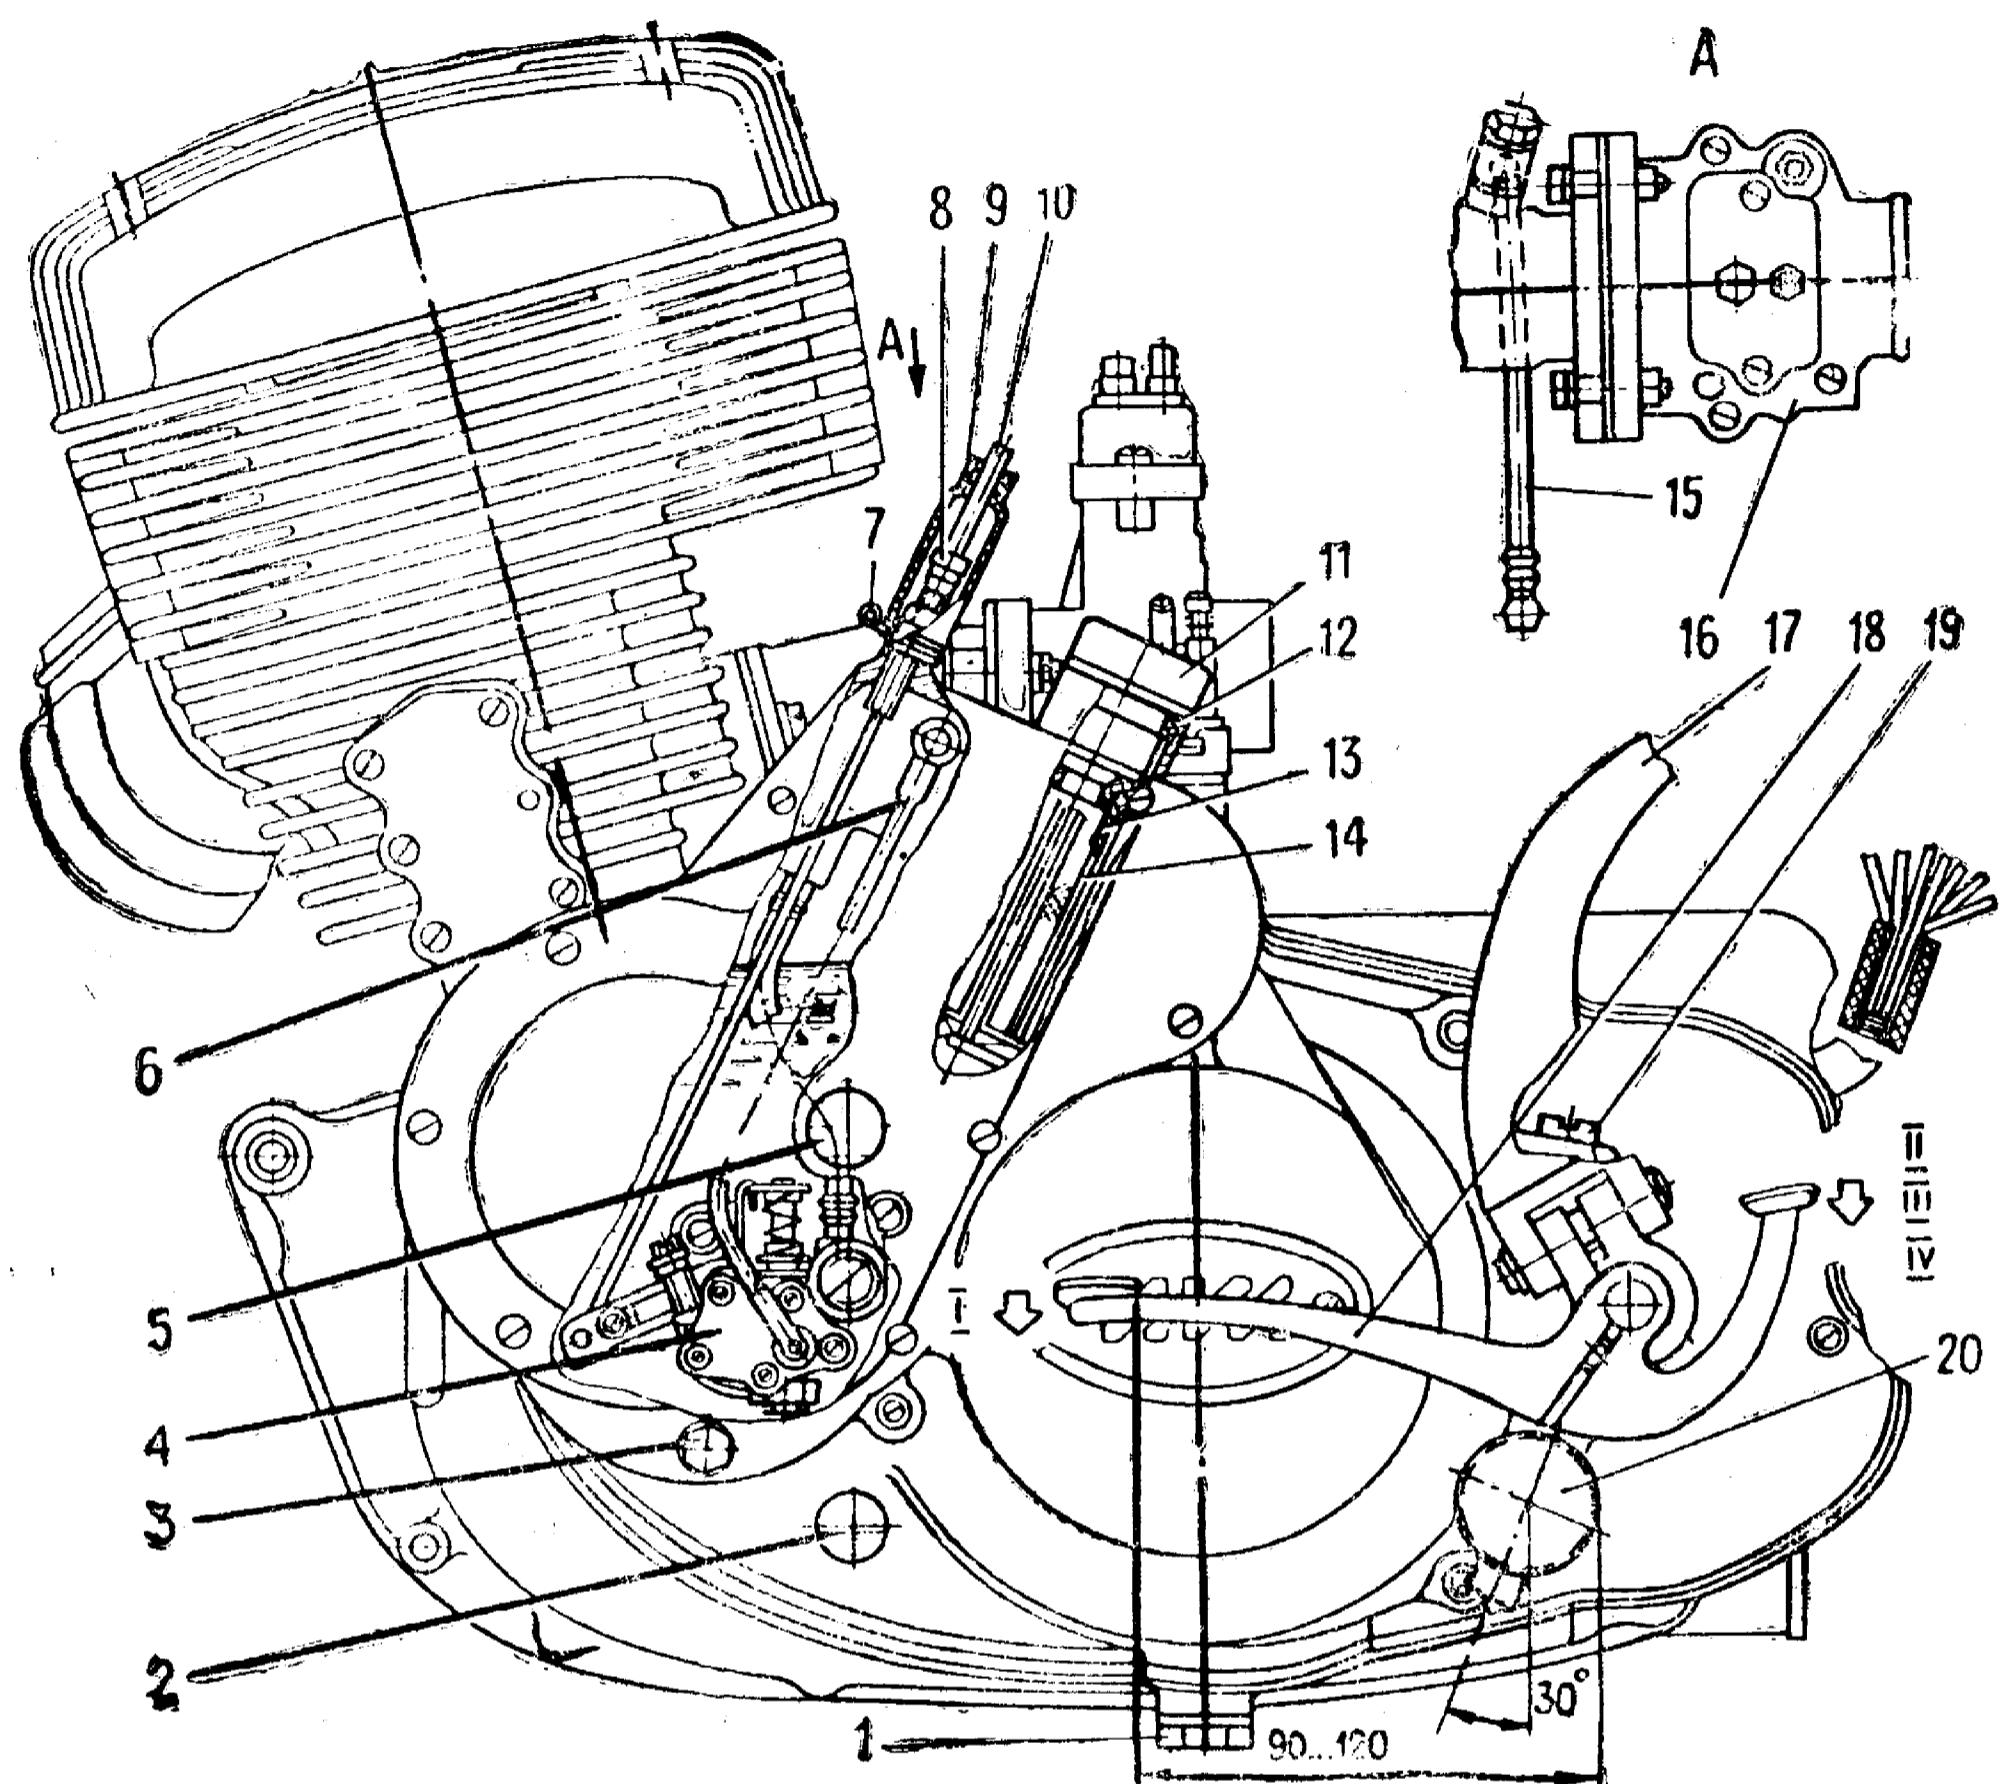

Рис. 11. Двигатель (вид слева):
Рычаг пускового механизма 17 (рис. 11) расположен на левой стороне двигателя, пуск двигателя производится нажатием на рычаг ногой.
Рычаг переключения передач 18 (рис. 11) расположен на левой стороне двигателя. Нейтраль находится между I и II передачами. Включение I передачи из нейтрального положения производится нажатием на педаль рычага вниз.
Замену масла производить на прогретом двигателе, лучше всего сразу после поездки. Слить отработанное масло через отверстие в нижней части картера (рис. 11). Завернуть пробку, залить 0,5 л масла через отверстие под крышку люка и дать двигателю проработать 1...2 мин. После этого масло слить и залить 1 л свежего масла (см. табл. 2).
- сдвинуть колпачок 9 (рис. 11) со скрепкой 7, вытянуть за оболочку троса дозатора 10 до упора и, поддерживая работу двигателя на холостом ходу, заполнить прозрачный маслопровод маслом (время, необходимое для прокачки маслосистемы, 2...3 мин);
- ослабить скрепку 7 (рис. 11) и сдвинуть колпачок 9 вверх по оболочке троса;